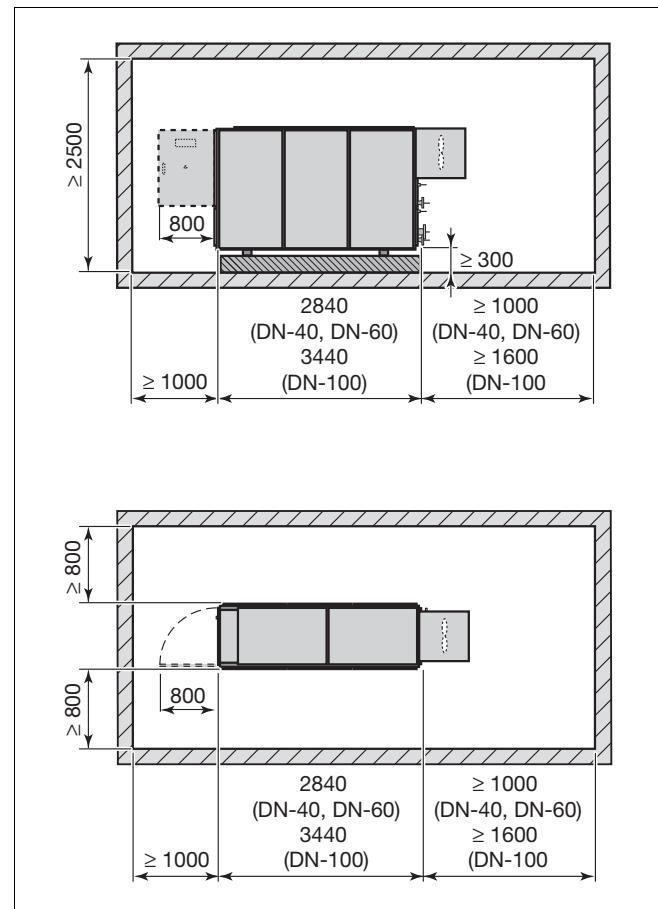

Рис. 3 Минимальные расстояния в помещении для установки оборудования (размеры даны в мм)
- Помещение должно быть достаточно просторным для проведения монтажа и работ по техническому обслуживанию (рис. 3).
Для обеспечения статического напора противодавления выхлопных газов 25 мбар, слив конденсата через сифон должен быть на высоте  $\geq 300$  мм с тем, чтобы препятствовать таким образом их выходу (рис. 3).